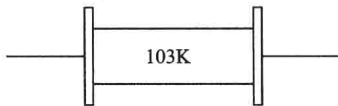

图1-6 数码标示法
(3)数码标示法:是在电阻体上用三位数字来表示元件的标称值的方法。其允许偏差通常采用文字符号表示。该方法常见于贴片电阻或进口器件上。如图1-6所示即为数码标示法。
在三位数字中,从左至右的第一、第二位为有效数字,第三位数字表示有效数字后面所加“0”的个数(单位为 Ω)。如图1-6所示,标示为“103”的电阻,阻值为 $10 \times 10^3 = 10 \text{ k}\Omega$,允许偏差为 $\pm 10\%$ 。